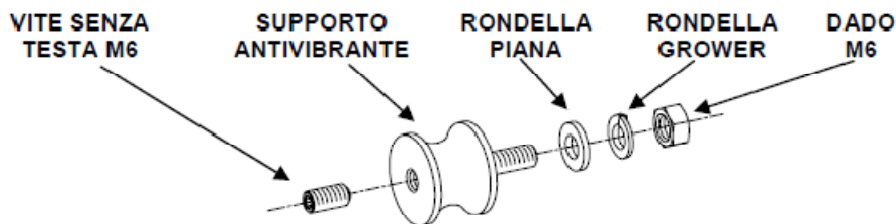

Figura 1
- Avvitare la vite senza testa sul supporto antivibrante (**Figura 1**).